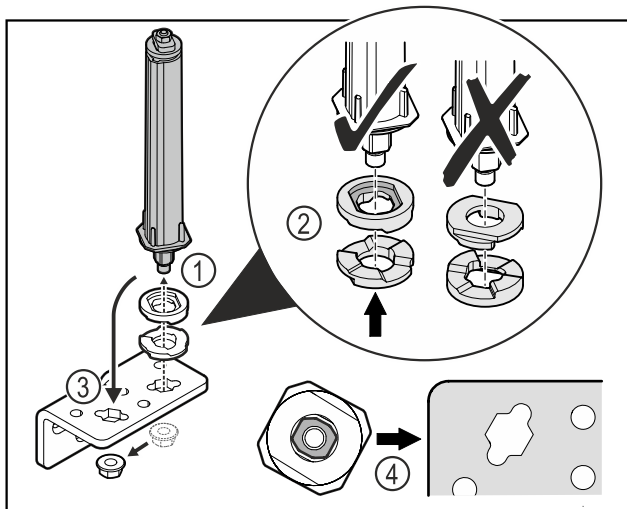

Fig. 34
- ▶ Lironi dadon dhe hiqni sistemin e mbylljes së derës Fig. 34 (1).
- ▶ Bëni kujdes për orientimin e saktë të rondelave të rregullimit të lartësisë Fig. 34 (2).
- ▶ Ktheni sistemin e mbylljes së derës në profilin e menteshës në anën tjetër dhe shtrëngojeni atë me dado Fig. 34 (3).
- ▶ Gjatë vendosjes, bëni kujdes për orientimin e saktë të sistemit të mbylljes së derës Fig. 34 (4).